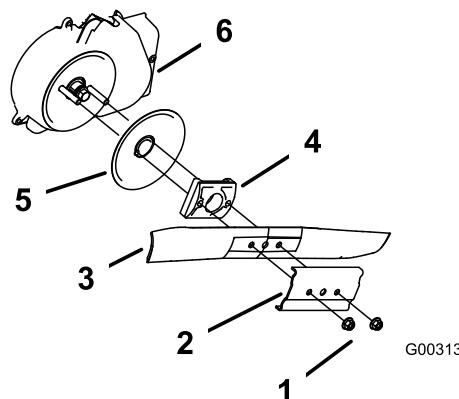

Figura 34
3. Togliete i due dadi della lama ed il rinforzo (Figura 34).
4. Togliete la lama (Figura 34).
5. Togliete il giralama e il disco (Figura 34).
6. Pulite il carter della frizione del freno della lama (Figura 34).
10. Montate la lama ed il rinforzo tolti in precedenza (Figura 34).